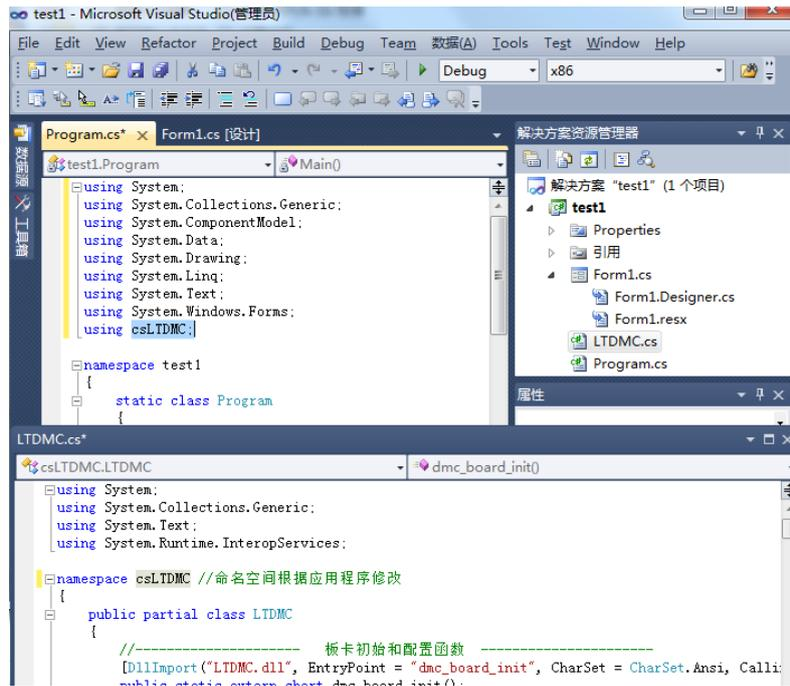

图 6.15 添加控制卡的命名空间
6) 在代码文件开头处添加控制卡的命名空间：`using csLTDMC;`如图 6.15 所示。